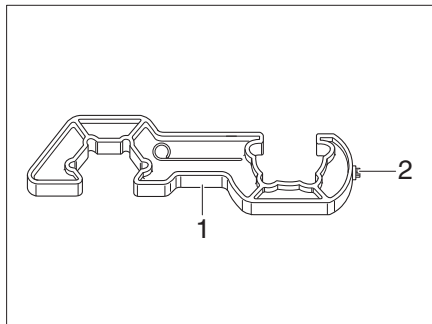

Bild 254 Skruvhjälp
- Använd den medföljande skruvhjälpen (Bild 254,1) när högtrycksslangarna ska skruvas på och av. Den säkerställer det nödvändiga åtdragningsmomentet och förhindrar skador på skruvkopplingen på grund av felaktiga verktyg.
- Skruva av högtrycksslangen (Bild 251,3) från gasflaskan med skruvhjälpen (Bild 254).